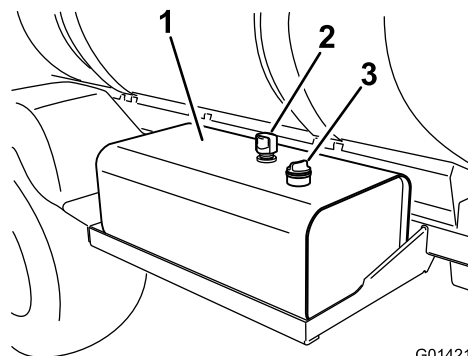

Figure 85
2. Nettoyez la surface autour du bouchon-jauge du réservoir d'huile hydraulique et enlevez-le (Figure 85).